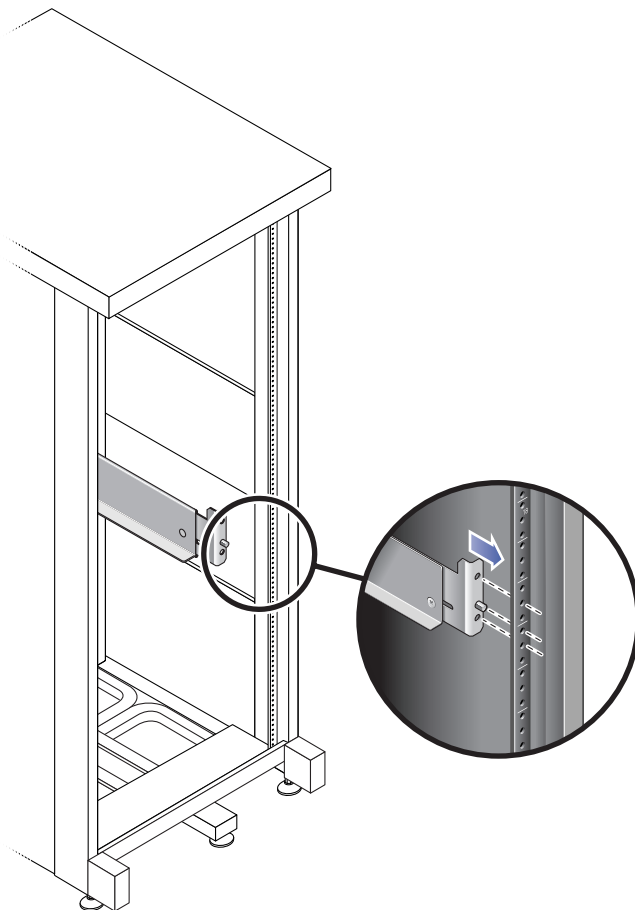

FIGURE 2-8 Réglage de la longueur du rail gauche à l'arrière de l'armoire
- c. À l'arrière de l'armoire, réglez la longueur du rail pour le placer directement à l'intérieur de l'armoire (FIGURE 2-8).